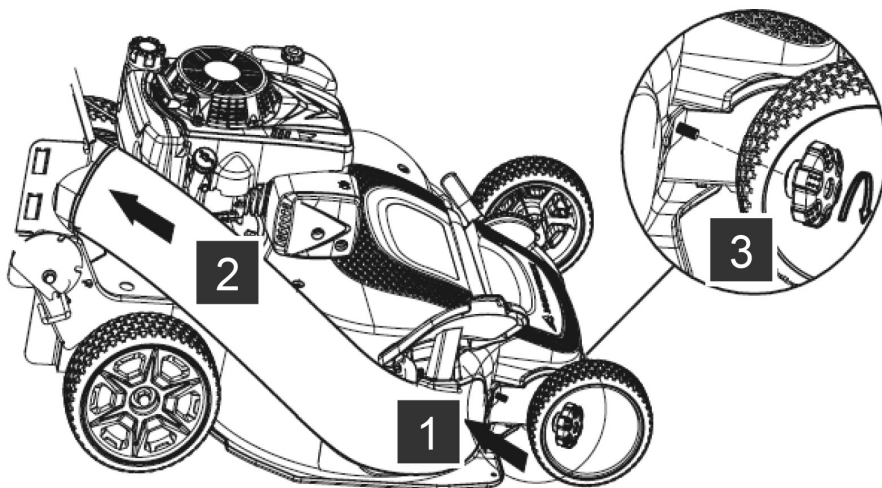

Рис. 10
- Закрепите желоб травосборника на режущей деке с помощью фигурной гайки (Рис. 10. Поз 3).